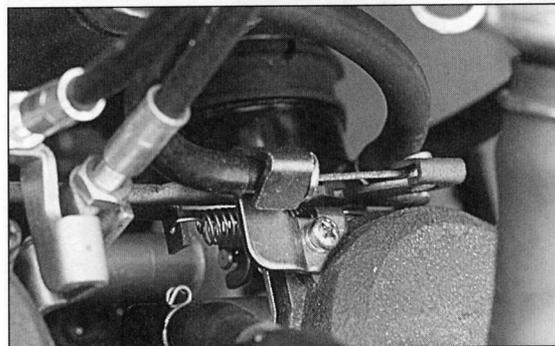

Bild 22
- Chokeseilzug aus Widerlager lösen und Seilzugnippele «herausfummeln» (Bild 22).